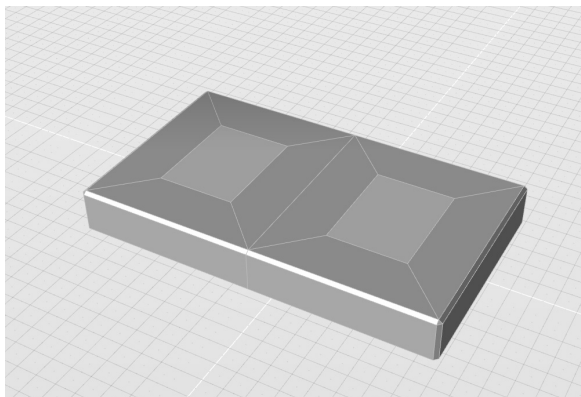

图 7-23 分割新面
3) 选中顶部切分出的两个面，将鼠标光标移动到任意一个面的虚线上，同时按住〈Shift〉键并拖动虚线，在已有面上分割出新的面，如图 7-23 所示。